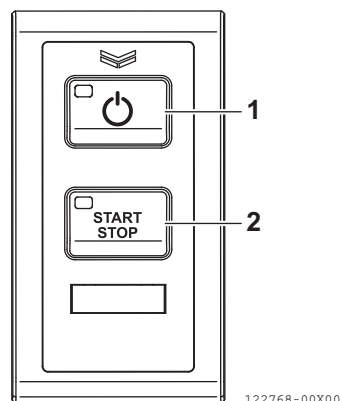

Figura 35
4. Premere l'interruttore di accensione sul quadro interruttori della stazione selezionata (**Figura 35, (1)**).
9. Premere l'interruttore START/STOP del motore (**Figura 35 (2)**) e accendere il motorino di avviamento.